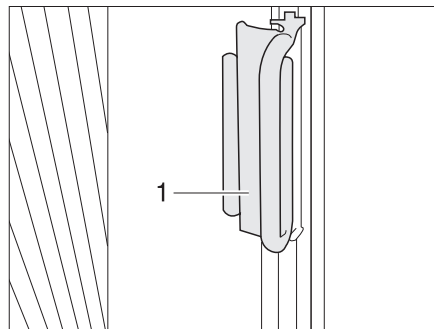

Fig. 27 Bloqueo de los estores plegables para la ventana del conductor/del acompañante
- Empujar los estores plegables para la ventana del conductor y del acompañante con el tirador (Fig. 27,1) sobre la pieza sobrepuesta. El estor plegable queda asegurado.